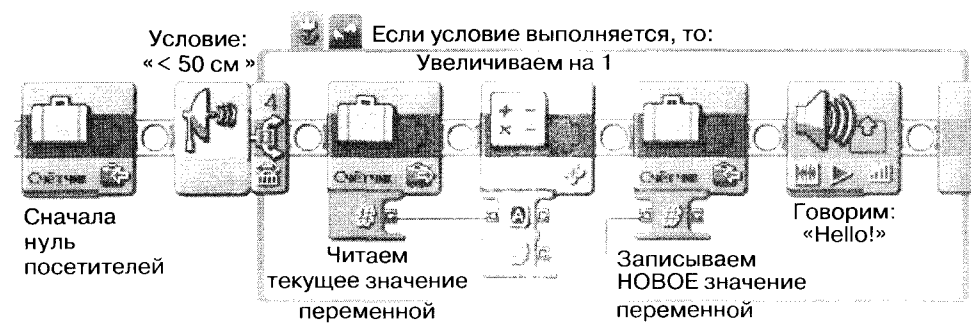

Рис. 198. Увеличение счетчика на единицу
3. Двери магазина открылись... Ура! Появляются посетители. Робот их видит (датчик ультразвука) и приветствует (например, говорит «Hello!»). Сначала было 0 посетителей, потом 1, затем станет 2, потом 3 и т. д. Какое число надо прибавлять к переменной каждый раз, как робот увидит посетителя (рис. 198)?